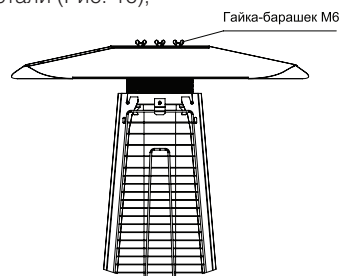

Рис.16 - Установка козырька
- Установите на дожджигатель козырек, закрепите козырек на гайки-барашки М6 из нержавеющей стали (Рис. 16);